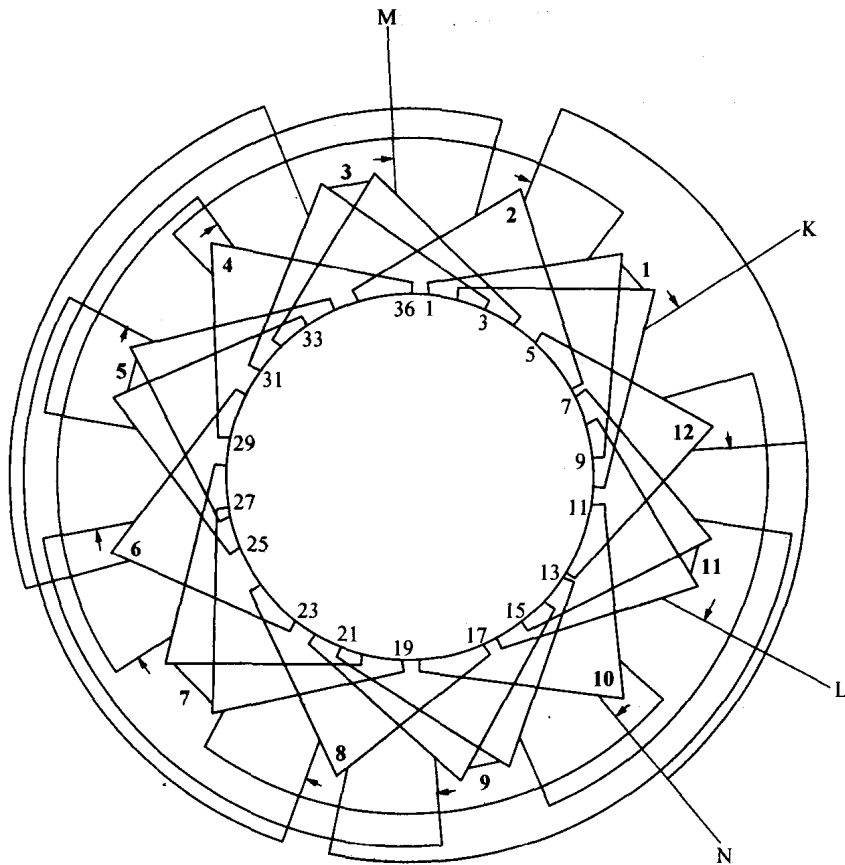
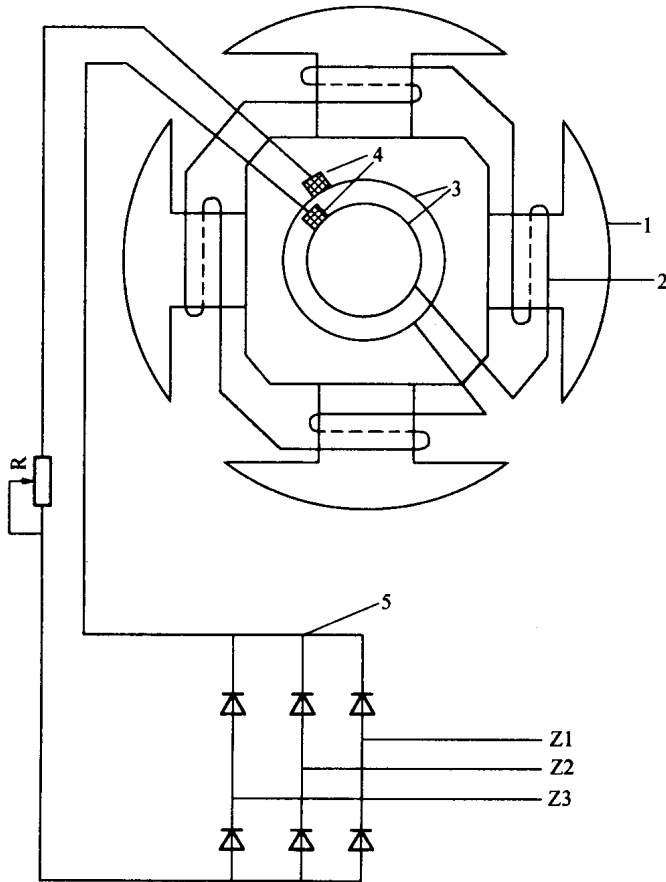

图 1-6 TSWN 系列三相 4 极 36 槽谐波励磁发电机定子发电绕组布线图
图 1-10 三相 4 极谐波励磁发电机旋转磁极电路图
1. 这种发电机的基波绕组只有 1 套，是用单根导线绕成的，直接与谐波绕组串联。这种发电机容量一般都不大，常见的只有几千瓦至十几千瓦，它的体积小、质量轻，适合那些移动频繁的野外作业工地使用。该电机有优良的动态性能，它不需任何复杂的调压装置，即可达到自励恒压性能，可以直接空载起动相近容量的鼠笼电动机。也可用 TFS160M4 型 7.5 kW 谐波励磁发电机改成这种绕法，效果很好，能直接空载起动 5.5 kW 鼠笼电动机（见图 1-6~图 1-10）。发电机基波绕组很重要，因为谐波绕组只能建立发电机的空载电压，而基波绕组能随着发电机负载升高电压，并始终保持恒压不变。